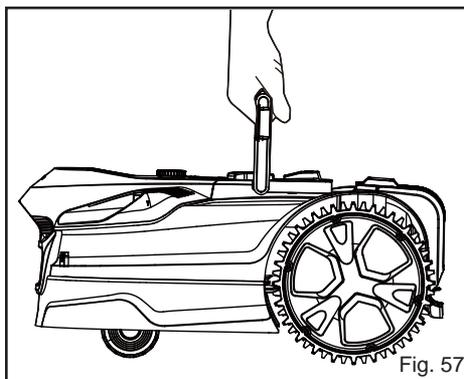

Fig. 57
- Utilice el asa de transporte para transportar el cortacésped. Transporte el cortacésped con el disco de corte alejado del cuerpo (Fig. 57).